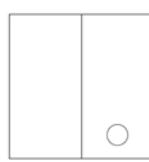

图8-132 绘制圆形
- 03 调用C【圆】命令，绘制半径为36的圆形，结果如图8-132所示。